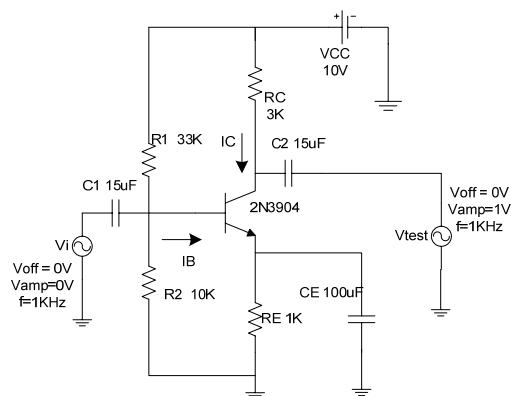

FIG 3.- AMPLIFICATEUR A TRANSISTOR BJT. ANALYSE DE L'IMPEDANCE DE SORTIE.
6.- Effectuer la simulation du circuit de la Fig 3 utilisant SPICE, avec l'objectif d'obtenir l'impedance de sortie.